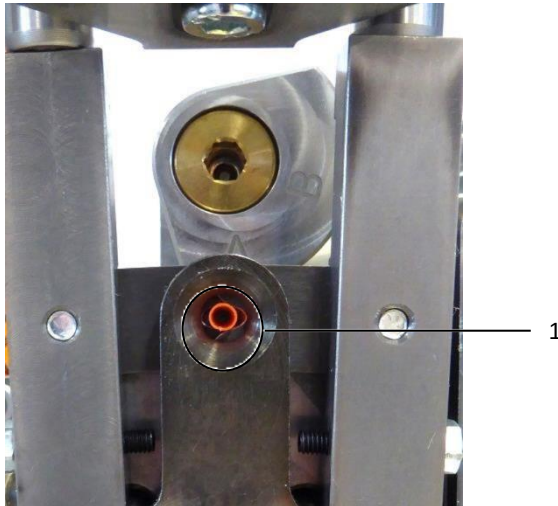

Fig. 35: Hylse og lederfikseringsenhet er fluktende
- Korrigjer posisjonen til hylseholderenheten, til hylsen i holdetangen flukter med lederfikseringsenheten (fig. 35, pos. 1).